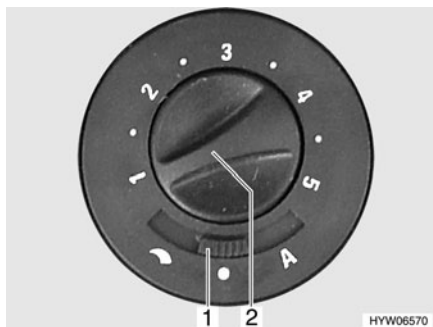

Fig. 102 Conmutador de mando para ventilador de circulación de aire (12 V)
- Ajustar el conmutador deslizante (Fig. 102,1) en "↷" (regulación manual) o "A" (modo automático).
- Cuando en el conmutador deslizante (Fig. 102,1) está ajustado "↷" (regulación manual): Ajustar la potencia deseada del ventilador de circulación de aire con el botón giratorio (Fig. 102,2).
- Ajustar el conmutador deslizante (Fig. 102,1) en "●" (Off). Con el funcionamiento de la calefacción esta posición del conmutador no tiene función.